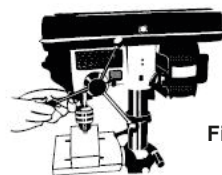

Fig.04
- 1º Parafuse as alavancas de aproximação nos furos localizados no eixo do pinhão (**Fig.04**);